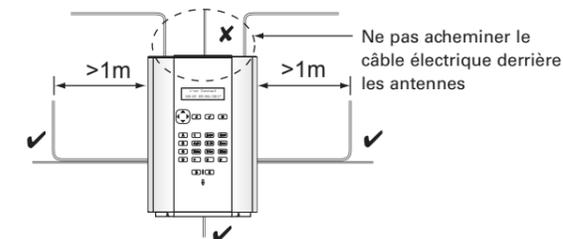
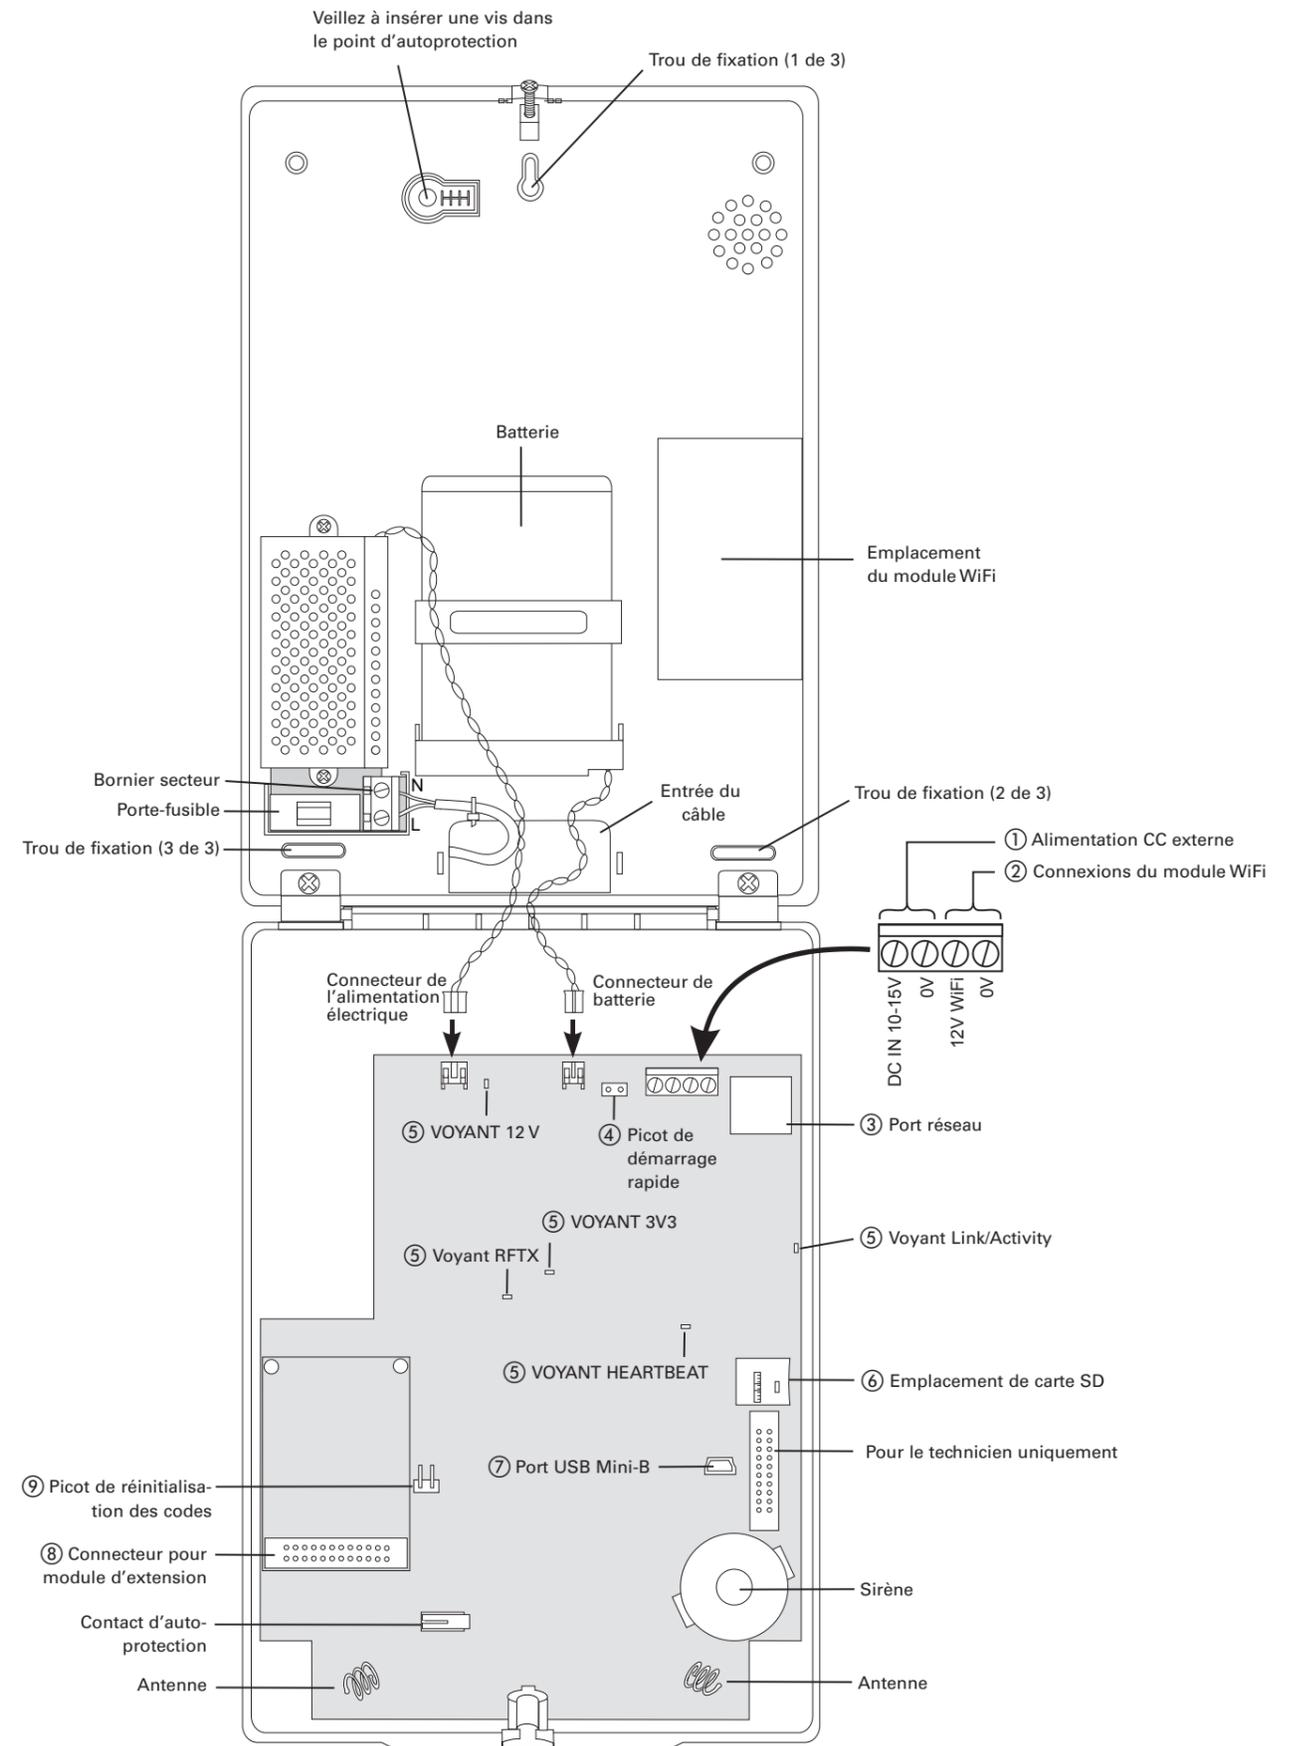

Figure 1. Acheminement du câble électrique
Figure 3. Pièces internes de la centrale
AVERTISSEMENT : lorsque la centrale est connectée au secteur, la tension 230 Volts est présente sur les bornes de raccordement et sur le porte fusible (Figure 3).
- Les câbles doivent entrer dans la centrale par les orifices d'entrée de câble dédiés (Figure 3).
- Le câble électrique doit être tenu à l'écart et rester éloigné des antennes (Figure 1).
Utiliser des vis de 36 mm de long No 8/4 mm minimum dans les trois trous de fixation et au niveau des points d'autoprotection, comme illustré dans la Figure 3.
Brancher un câble électrique bipolaire au bornier secteur (Figure 3) et ajouter un collier de serrage. Confirmer que le câble électrique est acheminé comme indiqué dans la Figure 1. Ne mettre sous tension qu'après le remontage du couvercle (étape 8).
Relier les modules en option et d'autres câbles au circuit imprimé comme indiqué dans la Figure 3 NE PAS CONNECTER LA BATTERIE AVANT L'ÉTAPE 7.
Si un module WiFi est utilisé, le mettre en place à l'emplacement illustré dans la Figure 3.
Relier la batterie et l'alimentation électrique au circuit imprimé comme indiqué dans la Figure 3.
Les sections suivantes fournissent des informations sur les connexions, les connecteurs et les voyants illustrés dans la Figure 3.
Il est possible d'utiliser ces bornes pour alimenter électriquement un module WiFi optionnel. Vous pouvez monter le module dans l'espace prévu à l'arrière (voir la Figure 3).